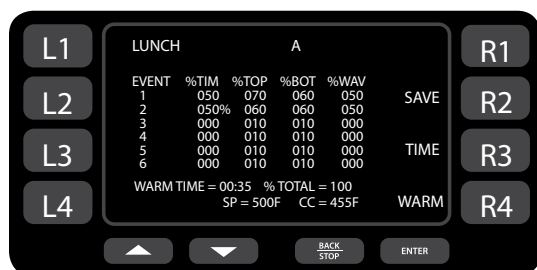

Figura 19 Schermata di modifica delle ricette
5. Dalla schermata "Recipe Edit" (Modifica ricette) (Figura 19), modificare il nome del gruppo di alimenti.